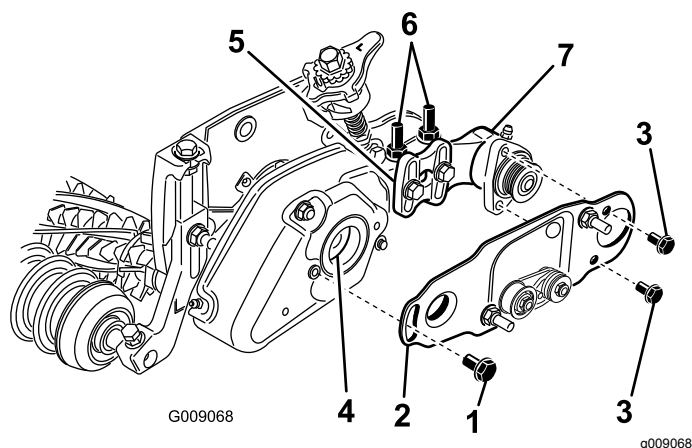

Figure 27
12. Desserrez, mais ne retirez pas, les boulons qui fixent le logement de roulement de la brosse de rouleau au support de montage de la brosse de rouleau (Figure 27).
13. Montez la plaque de pivotement de la brosse de rouleau (Figure 27). Assurez-vous que la bague du logement de roulement reste bien en place sur le couvercle du groomer lorsque vous insérez la protubérance de la plaque de pivotement à l'intérieur.
14. Appliquez du Loctite 243 (bleu) sur les 2 boulons (5/16" x 5/8") et utilisez ceux-ci pour fixer la plaque de brosse au logement de roulement de la brosse de rouleau (Figure 27). Serrez les boulons à un couple de 20 à 25 N·m.
- Desserrez les 2 contre-écrous à embase qui fixent le support de montage de la brosse de rouleau à la plaque latérale de l'unité de coupe (Figure 27).
- Tournez le logement de roulement de la brosse de rouleau jusqu'à ce que la plaque de la brosse soit parallèle à la plaque latérale de l'unité de coupe (Figure 27).
- Serrez les 2 contre-écrous à embase qui fixent le support de montage de la brosse de rouleau à la plaque latérale de l'unité de coupe (Figure 27).
19. Appliquez du Loctite 243 (bleu) sur le boulon à épaulement (Figure 27). Fixez la plaque de brosse au couvercle du groomer avec le boulon à épaulement. (Figure 27). Serrez le boulon à un couple de 20 à 25 N·m.